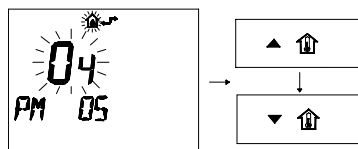

Figura 8.13
- Modificare il SET programmato agendo sui pulsanti e o e ed aspettare che il numero programmato cominci a lampeggiare (Figura 8.13)